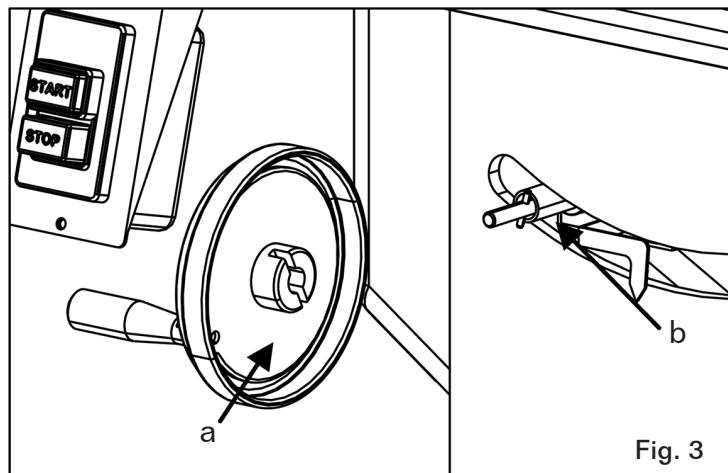

Fig. 3
- Coloque los volantes en posición sobre los tornillos de elevación e inclinación y asegúrese de enganchar las muescas, a (Fig. 3), en la parte de atrás de cada volante, con los pasadores de rodillo, b (Fig. 3), como se muestra abajo.